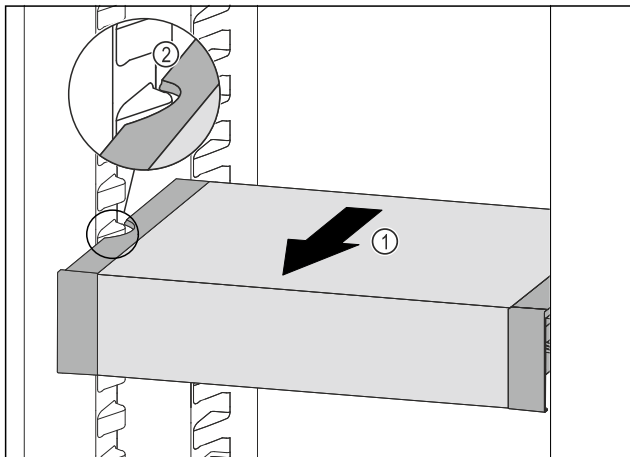

Fig. 63
- ▶ Tire del VarioSafe hacia delante Fig. 63 (1) hasta que los huecos laterales del VarioSafe se encuentren a la altura de la nervadura del recipiente en el compartimento del frigorífico. Fig. 63 (2)